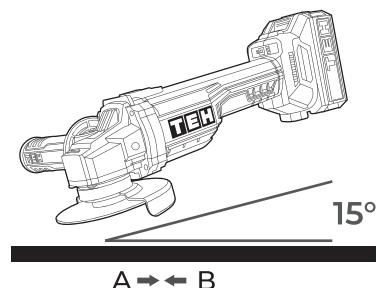

РИС. 8
- В общем плане, держите край круга или диска под углом примерно в 15 градусов к поверхности обрабатываемой детали (Рис. 8).